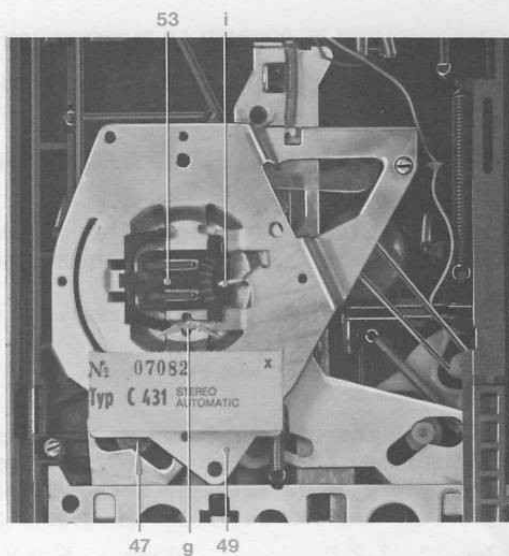

Fig. 6 Palier du cabestan
VOLANT CABESTAN (47) [figure 6]